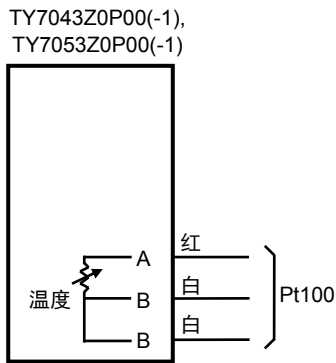

图 20. 接线图:
- 3) 连接本体单元的引线及外线(负荷侧)(图20、21参考)。
- 4) 连接本体单元的引线及外线(负荷侧)(图20、图21参考)。